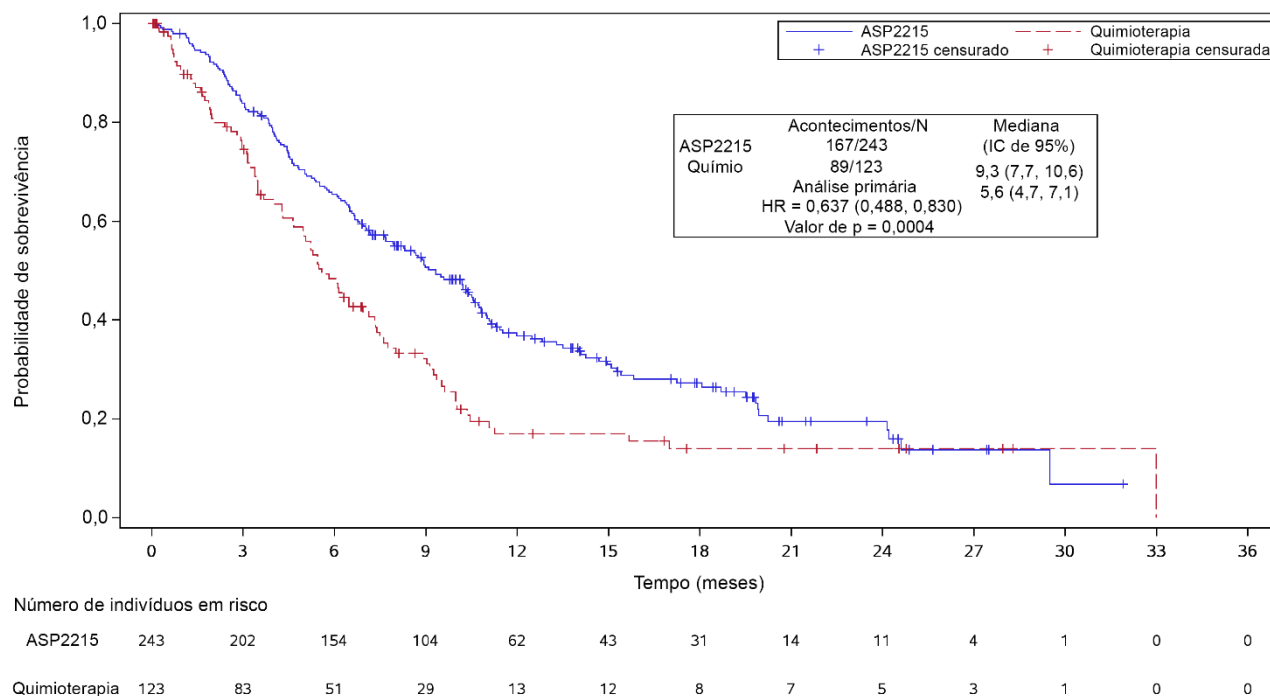

Figura 10 - Curva de Kaplan-Meier da sobrevivência global.
- 18.1.6.1. Na análise final, a sobrevivência global (overall survival, OS) mediana no braço de fumarato de gilteritinib foi mais longa (9,3 meses) em comparação com aquela no braço de quimioterapia de resgate (5,6 meses) na população com resultado positivo no teste de diagnóstico complementar. A razão de risco (hazard ratio, HR) estratificada por regressão de Cox foi calculada como sendo de 0,637 (IC de 95% 0,488, 0,830) relativamente à quimioterapia de resgate, valor de p (unilateral, log-rank estratificado) = 0,0004, correspondendo a uma redução do risco relativo de morte a favor de fumarato de gilteritinib. A curva de Kaplan-Meier é fornecida na Figura 10.